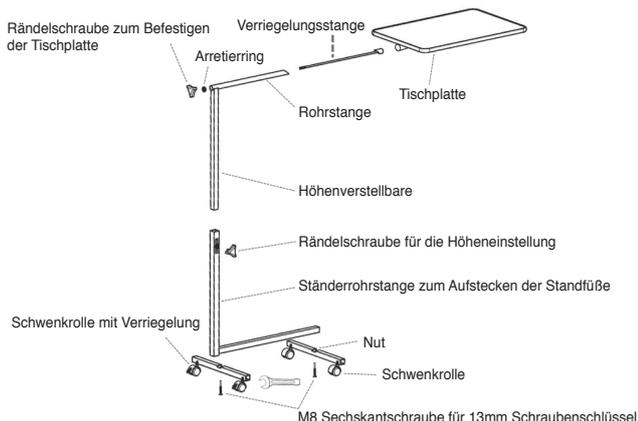

ABBILDUNG 1 Montage des Bettischs
**3 Montage des Bettischs (ⓘ Siehe ABBILDUNG 1)**